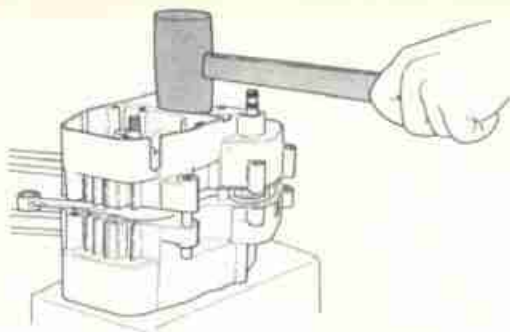

FIG. 42 Chiusura motore
- MONTARE** una nuova guarnizione centrale, oliare tutti gli alberi, sovrapporre il semicarter lato volano e battere non violentemente con un martello di legno-cuoio o plastica in modo uniforme sino alla completa unione (fig. 42).